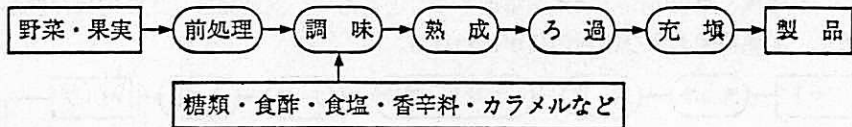

図3 ソースの製造工程1)
3) ソース：ソースの代表的なものには、ウスターソース、トンカツソース、フルーツソース、中濃ソースなどがある。ウスターソースは、野菜・果実類の煮出汁あるいは搾汁に各種調味料を加えたものを熟成させたものであり、トンカツソース、中濃ソースなどは、野菜・果実類を破碎・裏ごしして得られた果肉質を調味・熟成させたものである。ソースの一般的な製造工程の概略を図3に示す。